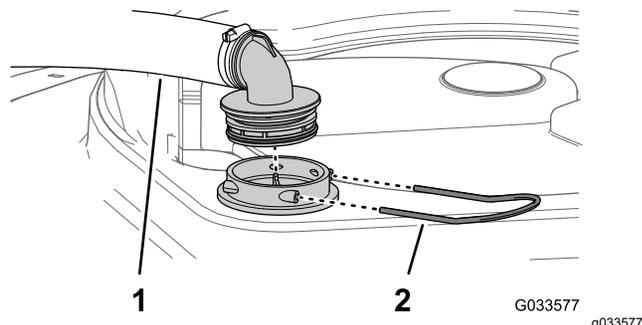

図 29
2. タンク上部で、フィルタハウジングからの太いホースについているフィッティングを固定しているリテーナを外す 図 29。
3. フィルタハウジングからホースとフィッティングを取り外す 図 29。